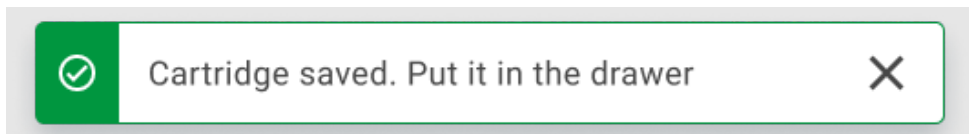

Figura 27. Tela Cartridge saved (Cartucho salvo).
11. Após efetuar a leitura com sucesso, a seguinte caixa de diálogo aparecerá brevemente na parte superior da tela (Figura 27).